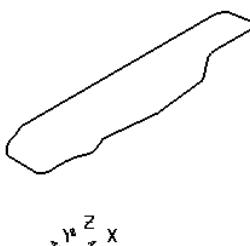

图 5-79 删除下边界
2) 在边界 3 中选中下边界，单击 Delete 键删除，使其仅剩下上边界，如图 5-79 所示。